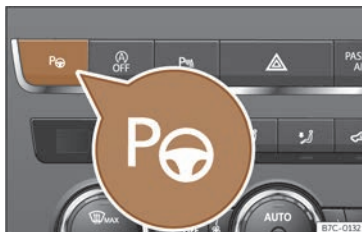

**Fig. 173** Sur la console centrale supérieure : touche permettant de connecter le système de stationnement assisté.
Les composants du système de stationnement assisté sont les capteurs à ultrasons situés dans les pare-chocs avant et arrière, la touche  fig. 173 servant à connecter et déconnecter le système et les indications à l'écran du combiné d'instruments.
Suite à l'activation du système de stationnement assisté et la détection d'une place de stationnement, un mode de stationnement est proposé à l'écran du combiné d'instruments. Le système de stationnement assisté sélectionne automatiquement le mode de stationnement. Le mode sélectionné s'affiche à l'écran du combiné d'instruments >>> **fig. 174**. L'affichage réduit d'autres modes de stationnement possibles est également représenté >>> **fig. 175**. Si le mode sélectionné par le système ne correspond pas au mode souhaité, vous pouvez sélectionner un autre mode en appuyant à nouveau sur la touche **P** >>> **fig. 173**.
- Appuyez sur la touche **P**»» **fig. 173**. Lorsque le système est activé, un témoin de contrôle s'allume sur la touche **P**.